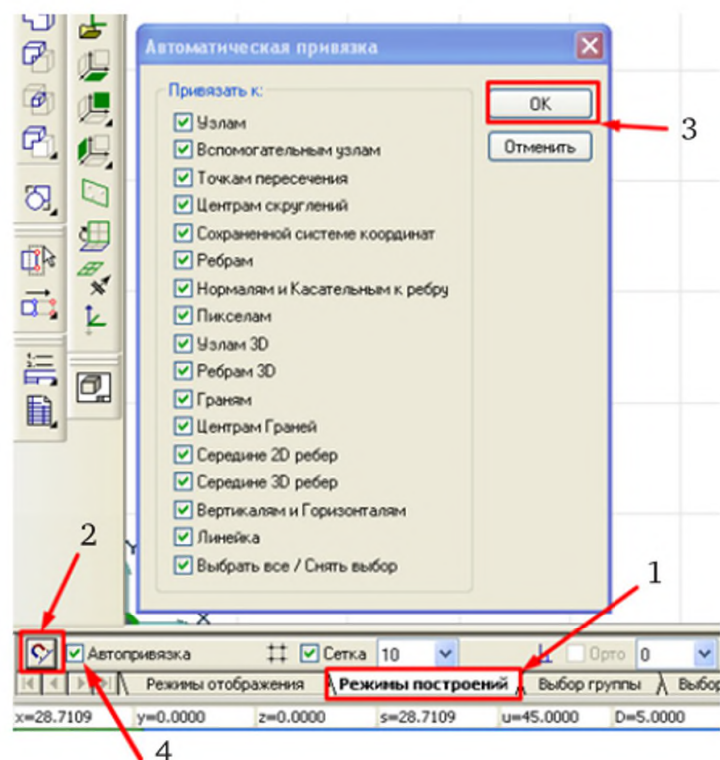

Рис. 3.1
ADEM предоставляет следующие способы точного позиционирования курсора — задание координат с клавиатуры и позиционирование с клавиатуры с заданным шагом. Для поддержки выполнения этих действий в программе есть функция **Привязка**, которая позволяет устанавливать курсор в характерные точки объектов, присутствующие на чертеже: конечные точки отрезков, середину отрезка, центр дуги или окружности, точку пересечения примитивов, вспомогательные точки и т. д. Привязку можно использовать во время выполнения любых команд. При включенном режиме привязки курсор автоматически «притягивается» к характерным узлам, которые находятся в радиусе захвата курсора. Для указания точки после выбора одной из команд построения необходимо нажать левую кнопку «мыши» или клавишу «Пробел» после подведения к нужной точке, не сдвигая курсор. Для реализации этой функции предварительно производится настройка ее фильтров в окне **Автоматическая привязка** (рис. 3.1), для этого указанием курсора и щелчком левой кнопки «мыши» следует открыть группу команд **Режимы построений** (1), нажать кнопку **Автопривязка**  (2), и на экране появится окно **Автоматическая привязка**.